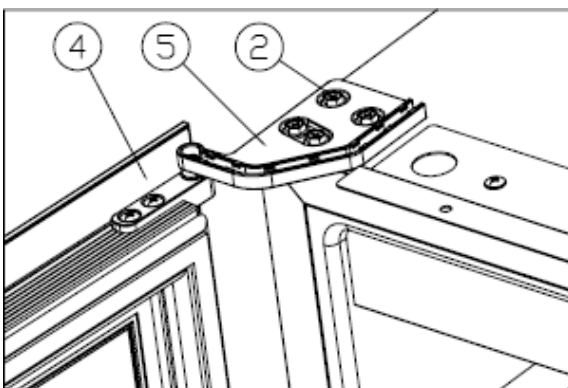

Рисунок 6
Поверните дверь (4) на 180 градусов и вставьте правую нижнюю петлю (5), плотно завинтите винты М5*16 (2). [Рисунок 6]